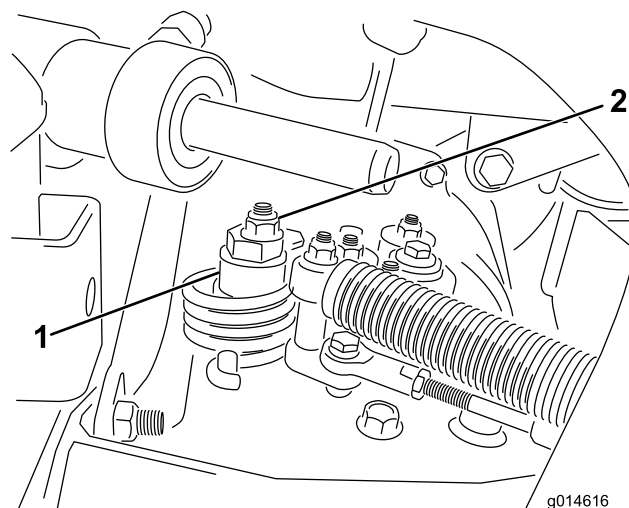

Figure 46
- Desserrez l'écrou de fixation de l'excentrique en haut de l'hydrostat (Figure 46).
- Tournez l'excentrique jusqu'à ce que la roue ne tourne plus dans aucune direction. Lorsque la roue arrête de tourner, serrez l'écrou pour bloquer l'excentrique et le réglage (Figure 46). Vérifiez le réglage avec la commande d'accélérateur en position BAS RÉGIME, puis HAUT RÉGIME.